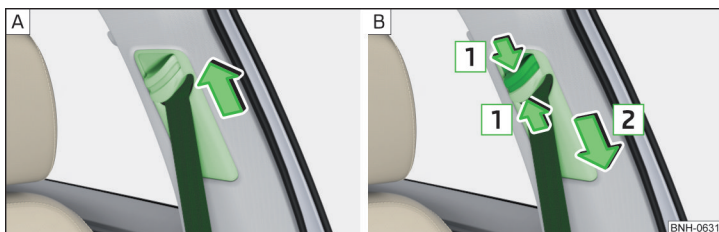

Fig. 5 Reglarea pe înălțime a centurilor de siguranță ale locurilor din față
► Deplasați dispozitivul de ghidare în sus, în direcția săgeții » fig. 5 - A.
► Sau: Comprimați siguranța în sensul săgeților 1 și deplasați dispozitivul de ghidare în jos în sensul săgeții 2 » fig. 5 - B.